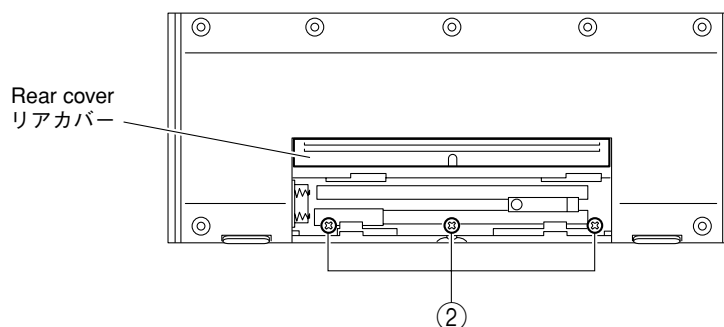

Fig. 2
- Open the rear cover, remove 3 screws (②). (Fig. 2)
- リアカバーを開けて、②のネジ3本を外します。(Fig. 2)